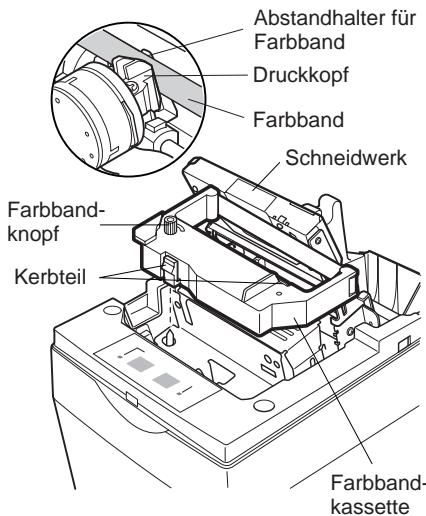

Abb. 6-10 Einlegen einer Farbband-kassette
- ④ Die Farbbandkassette in der Richtung einsetzen wie in der Abbildung 6-10 gezeigt und eindrücken, bis sie hörbar einrastet. Wenn die Farbbandkassette nicht richtig sitzt, eingedrückt halten und gleichzeitig den Farbbandknopf in Pfeilrichtung drehen.
- ⑤ Um Schlaufen im Farbband aufzuwickeln, den Farbbandzuführknopf der Farbbandkassette in Pfeilrichtung drehen.
- ⑥ Das Schneidwerk schließen.
- ⑦ Zum Anbringen der Frontabdeckung die Ausbauschritte wie in ② beschrieben in umgekehrter Reihenfolge ausführen.